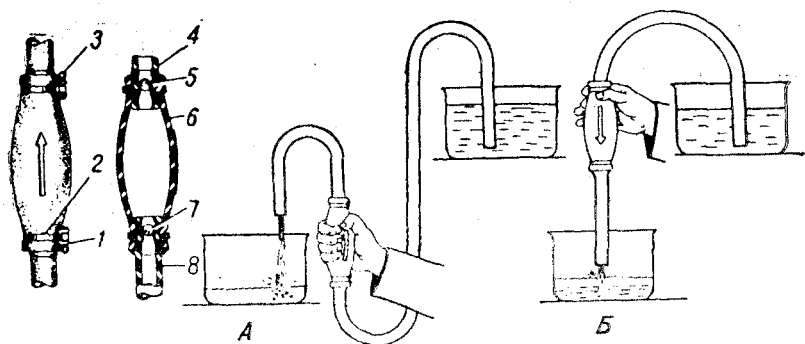

Рис. 82. Насос для переливания бензина:
Для переливания или перекачивания бензина с помощью насоса (рис. 82) следует:
2. Привести насос в действие нажатиями баллона рукой и отпускаяем (рис. 82А).
3. Как только бензин потечет, перевернуть баллон острием стрелки вниз. Нажатия на баллон прекратить, и бензин потечет самотеком (рис. 82Б).